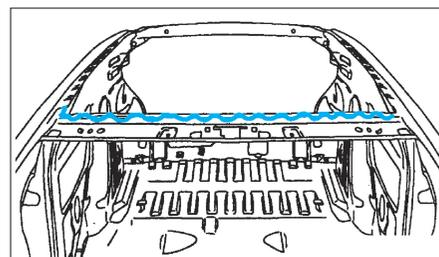
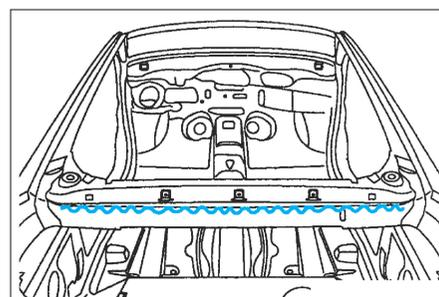

FIG. 104
FIG. 105
- Appliquer une colle de calage structurale (traverse arrière et avant de pavillon) (Fig.104) et (Fig.105).